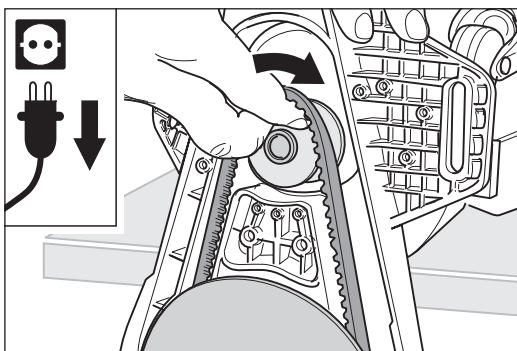

Fig. 38 Colocar la correa trapezoidal en la polea de transmisión del motor.
- 16 Para colocar el Brazo adicional en la máquina, primero coloque la correa trapezoidal en la polea tensora del motor y después el Brazo adicional en la máquina (Fig. 38).